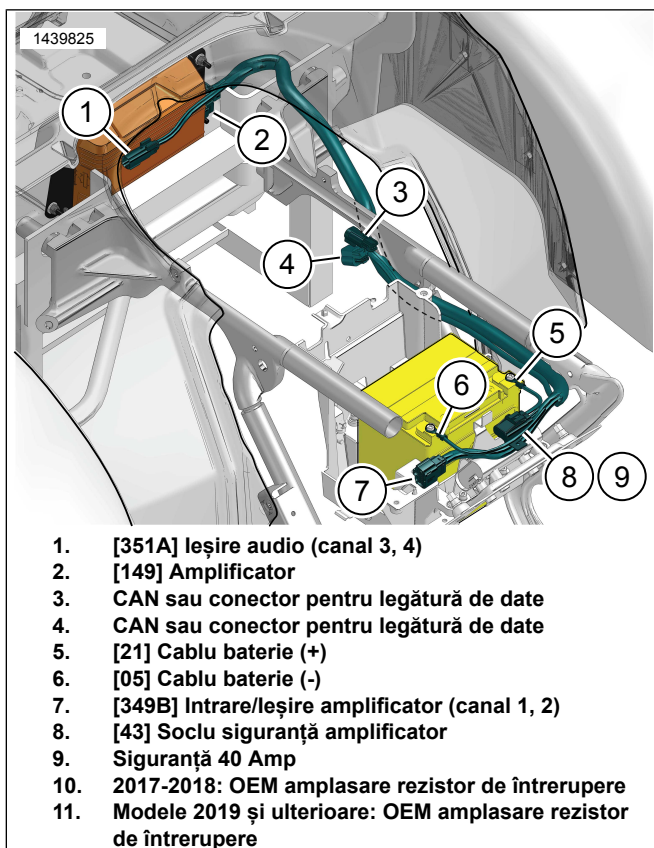

Figura 3. Direcționarea cablajului pentru amplificator
1. A se vedea figura 3. Conectați conectorul [149B] la amplificator.
- f. Așezați [91A] (13) din cablajul extern deasupra [91B]. Fixați cu curelele de cablu.
- a. A se vedea figura 3. Localizați conectorul vehiculului [319A] și capacul rezistorului de întrerupere în apropierea zonei capacului lateral dreapta.
7. A se vedea figura 3. Dirijați elementele 5-9 în fața bateriei și spre capacul din dreapta.
8. Conectați cablul negativ al bateriei (6).
9. Conectați cablul pozitiv al bateriei (5).
10. Asigurați soclul siguranței amplificatorului (8) cu curea de cablu.
11. A se vedea figura 3. Dirijați cablajul cu conectorul amplificatorului peste partea stângă a cadrului.